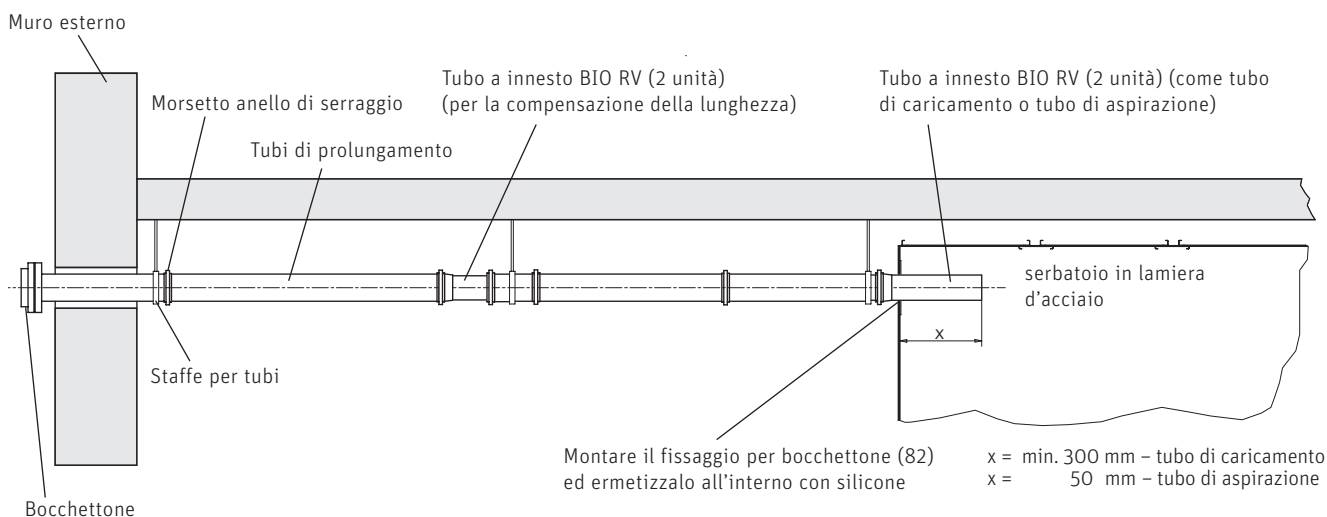
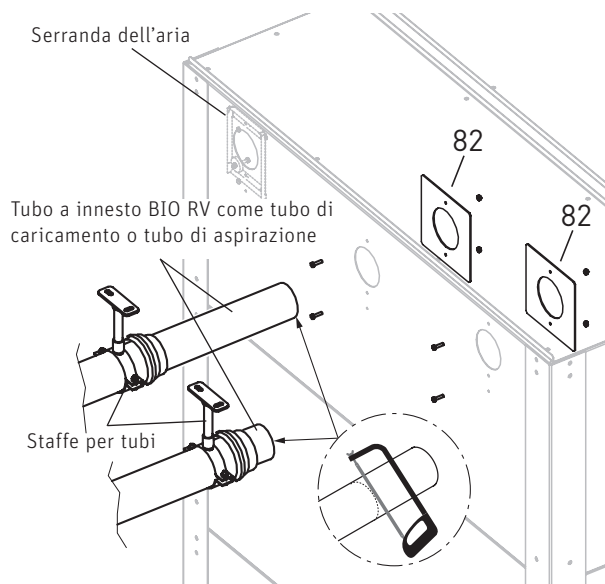

Fig. 18 Bocchettone con tubo di prolungamento e serbatoio in lamiera d'acciaio – vista laterale
Fig. 19 Montaggio dei tubi di prolungamento
Il **tubo di caricamento (tubo a innesto BIO RV)** deve sporgere di **300 mm** all'interno del serbatoio, mentre il **tubo di aspirazione (tubo a innesto BIO RV)** deve sporgervi di **50 mm**; eventualmente accorciarli – Fig. 19. Fissare i tubi all'esterno con staffe per tubi.
Avvitare ciascuno dei 2 fissaggi dei bocchettoni (82) con 2 viti M6 x 40 e relativi dadi e chiudere a tenuta la fessura interna con silicone – Fig. 18, Fig. 19.